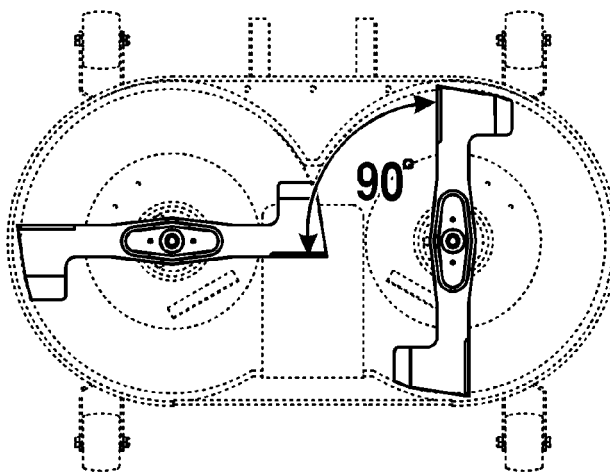

Figure 37
2. Orienter les lames à 90° l'une par rapport à l'autre (Fig. 37).